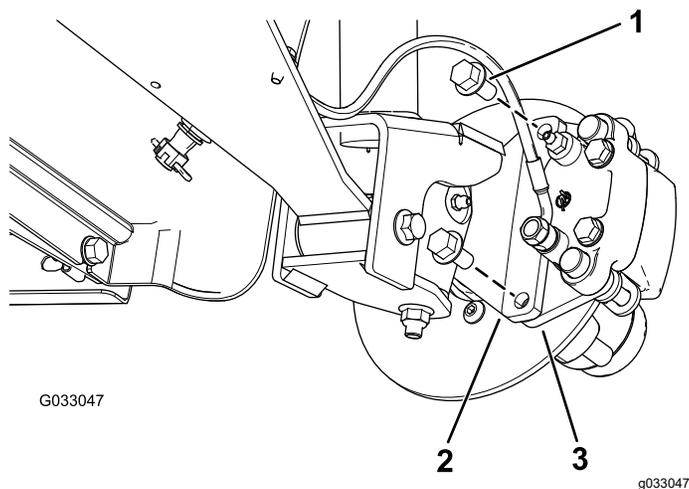
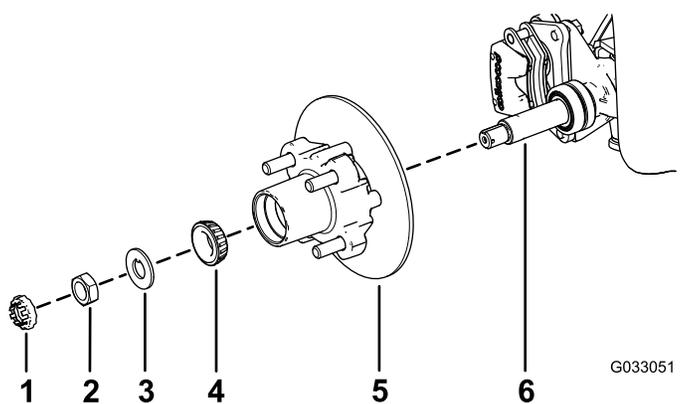

Рисунок 29
Рисунок 33
тормоза в сборе к оси, и отделите тормоз от оси (**Рисунок 29**).
- Нанесите тонкий слой консистентной смазки указанного типа на ось (Рисунок 33).
- Установите ступицу и тормозной диск на ось так, чтобы тормозной диск был внутри (Рисунок 33).
- Установите наружный подшипник на ось и в наружное кольцо (Рисунок 33).
- Установите стопорную шайбу на ось (Рисунок 33).
поворачивая ступицу так, чтобы подшипник был посажен на место (Рисунок 33).
- Совместите тормозные колодки с обеих сторон тормозного диска (Рисунок 29) с отверстиями в кронштейне суппорта и отверстиями в креплении тормоза на цапфе (Рисунок 33).
- Закрепите кронштейн суппорта на цапфе (Рисунок 29) с помощью 2 болтов с фланцевыми головками ($\frac{3}{8} \times \frac{3}{4}$ дюйма).